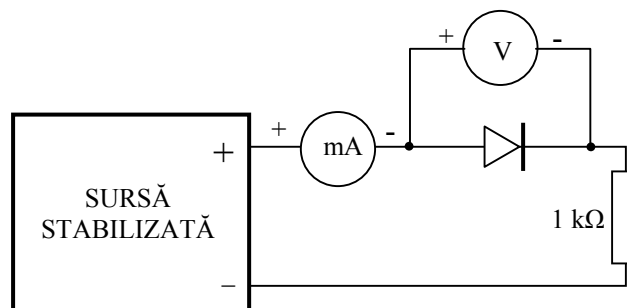

Fig. 5 Montajul experimental
1. Se studiază circuitul din fig.5. Se observă sensul diodei și polaritățile sursei și a aparatelor de măsurare. Inițial se folosește o diodă cu siliciu.
4. Se conectează circuitul ca în fig. 5. Pentru alimentare se va folosi o sursă variabilă cu comutare decadică din 0,1 în 0,1 V.
1. Se realizează montajul experimental din fig.5, cu diodă cu Si, inversând polaritatea sursei de alimentare și a aparatelor de măsurare.